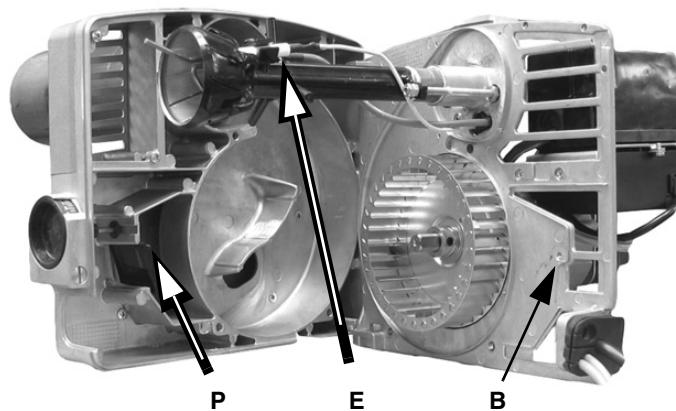

Fig. 20
- 2 Puneti placa sasiu in una din pozitiile aratare Fig. 20 pentru a usura operatiunile de intretinere .